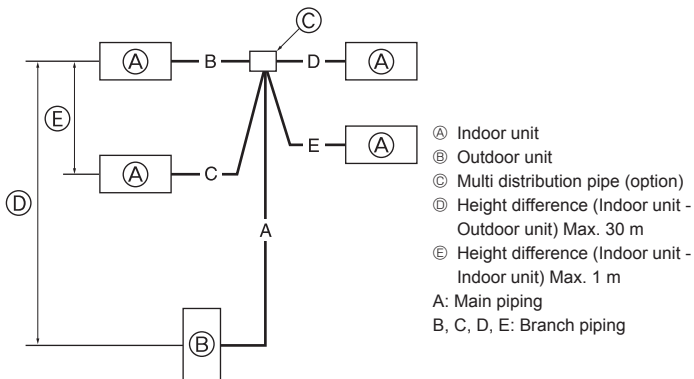

Fig. 4-10
4.8. For twin/triple/quadruple combination (Fig. 4-10)